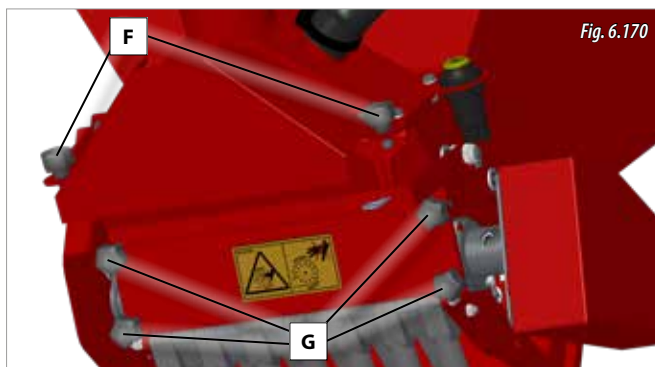

Fig. 6.170
- 7- Scoateți CONUL DE CALIBRARE și depozitați-l folosind mânerul (F, Fig. 6.170).
- 8- Introduceți UȘA DE CALIBRARE și fixați-o cu mânerul (G, Fig. 6.170).